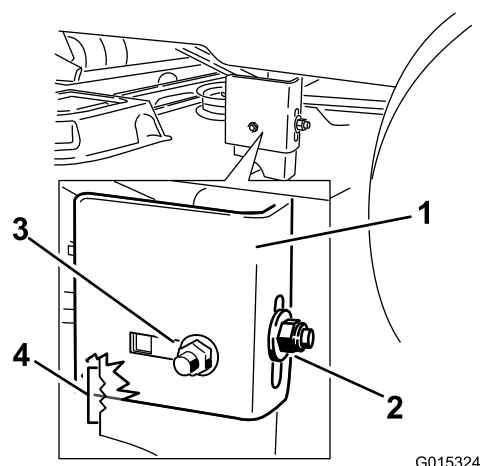

Figura 60
9. Afloje la tuerca de bloqueo trasera de la pletina de suspensión (Figura 60).
10. Afloje la tuerca de bloqueo lateral de la pletina de suspensión lo suficiente para permitir ajustar la barra (Figura 60).
- Cuando la carcasa esté en la posición deseada, apriete la tuerca de bloqueo lateral de la barra de soporte para fijar la posición nueva (Figura 60).